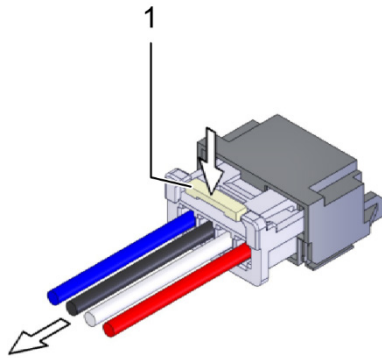

Abb. 49: Steckersperre lösen
- Die Batterie trennen. Auf die Sperre (Abb. 49, Pos. 1) drücken und den Stecker vorsichtig herausziehen, um den Anschluss zu trennen.